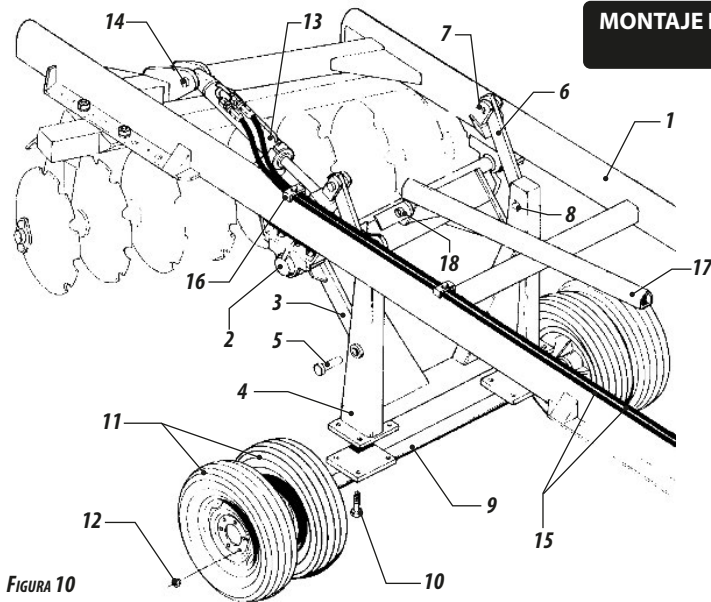

FIGURA 10
- Acoplar los cubos (2) **figura 10**, en el eje de articulación (3), fijar los cubos en el cuerpo principal (1) con los tornillos. Colocar el soporte del eje de articulación (4) en el eje de articulación (3) a través de los pernos (5). Colocar las chapas del soporte (6) en el enganche del cuerpo principal a través del perno (7) y en el soporte del eje con el perno (8). Fijar la rueda completa (9), en el soporte del eje de articulación con los tornillos (10).
- Fijar las ruedas (11), en el eje (9) a través de las tuercas (10).
- Poner el cilindro hidráulico de articulación (13) con los pernos (14), acoplar las mangueras (15) en el cilindro hidráulico conforme **figura 10**, y fijar en la armazón (1) con los seguros (16).
- Colocar la barra transversal (17) en el eje de articulación con el perno (18).